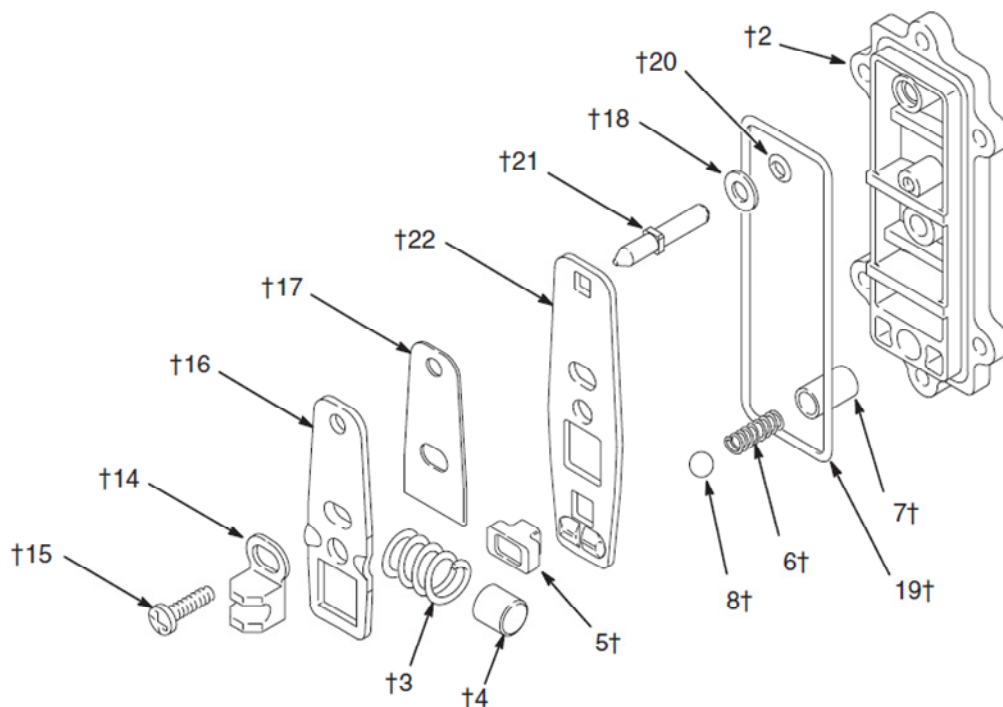

Abb. 11
3. Die Schraube (15) und den Sattel (14) entfernen. Siehe Abb. 11.
4. Den Steuerplattensatz bestehend aus der Stellplatte (16), dem Distanzstück (17), der Steuerplatte (22), der Feder (3), dem Stopp (4) und dem Ventillager (5) auseinanderbauen.
5. Die Kugel (8) und die Feder (6) entfernen. Die Hülse (7) ist mit Preßsitz eingebaut und sollte nicht entfernt werden müssen; sollte jedoch eine Hülse ausgewechselt werden müssen, so muss auch der Deckel (2) ausgewechselt werden.
6. Rückstellschaft (21), O-Ring (20) und Scheibe (18) entfernen.